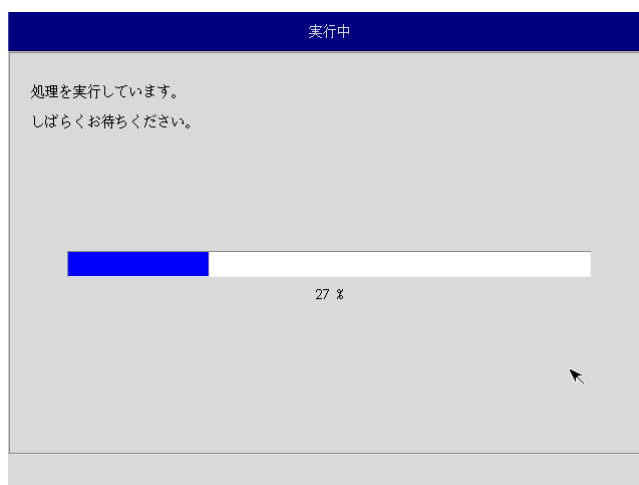

図 6-3-5. 実行中画面
- ⑦ 実行中画面（図 6-3-5）が表示され、処理が開始されます。実行中は DVD ドライブ、保存メディアを外さないでください。また、電源を落とさないようにしてください。